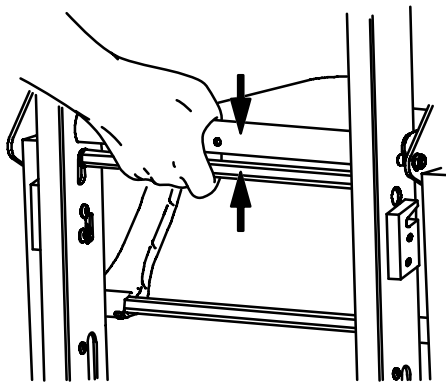

Figur 6 – Løftehåndtag ved fodenden
2. Operatøren i fodenden: Tryk på de røde udløserknapper for at forlænge fodendens løftegreb, og træk grebene ud, indtil de stopper (Figur 6). Slip knapperne for at låse grebene.